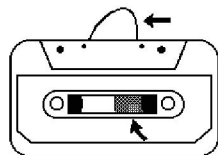

Fig.1
- Compruebe que no hay capas sueltas de cinta adhesiva visibles a través de la ventana central del depósito (véase la Fig. 1). Antes de introducir el casete en la máquina, recoja las capas sueltas con un lápiz o un bolígrafo hexagonal en forma de barril (véase la Fig. 2).